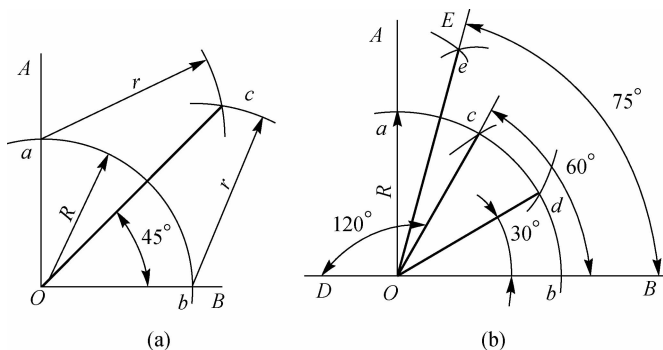

图 1-17 几何作图划角度线
(1) 划 45° 线。先作直角线, 后以直角的顶点 O 为圆心, 以适当的半径 R 划圆弧, 交两边于 a, b , 再以 a, b 为圆心, 以 r (大于 ab 距离之半) 为半径, 各划圆弧交于 c 点, 连接 Oc , 该直线为直角线的二等分线, 得 45° , 如图 1-17(a) 所示。
(2) 划 $30^\circ, 60^\circ, 75^\circ, 120^\circ$ 线。先作直角线, 后以直角的顶点 O 为圆心, 以适当的半径 R 划圆弧, 交两边于 a, b ; 分别以 a, b 为圆心, 以原 R 为半径划弧, 与前所作弧相交于 d, c 点, 连接 Oc, Od , 得 $30^\circ (\angle BOd), 60^\circ (\angle BOc)$ 。平分 30° 角为 15° , $60^\circ + 15^\circ$ 得 $75^\circ (\angle BOe)$ 。延长 BO , 则 $\angle DOc$ 为 120° 。如图 1-17(b) 所示。